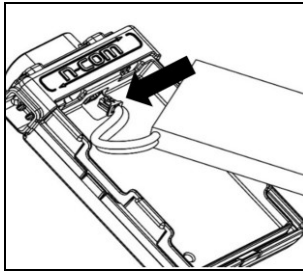

Fig. 2
- Anslut batteriets kontaktdon till motsvarande del (fig. 2) och var noga med att sätta in den åt rätt håll. Vid behov, kan du använda verktyget med platt huvud (som medföljer) för att helt sätta in batterikontaktdonet i motsvarande del.